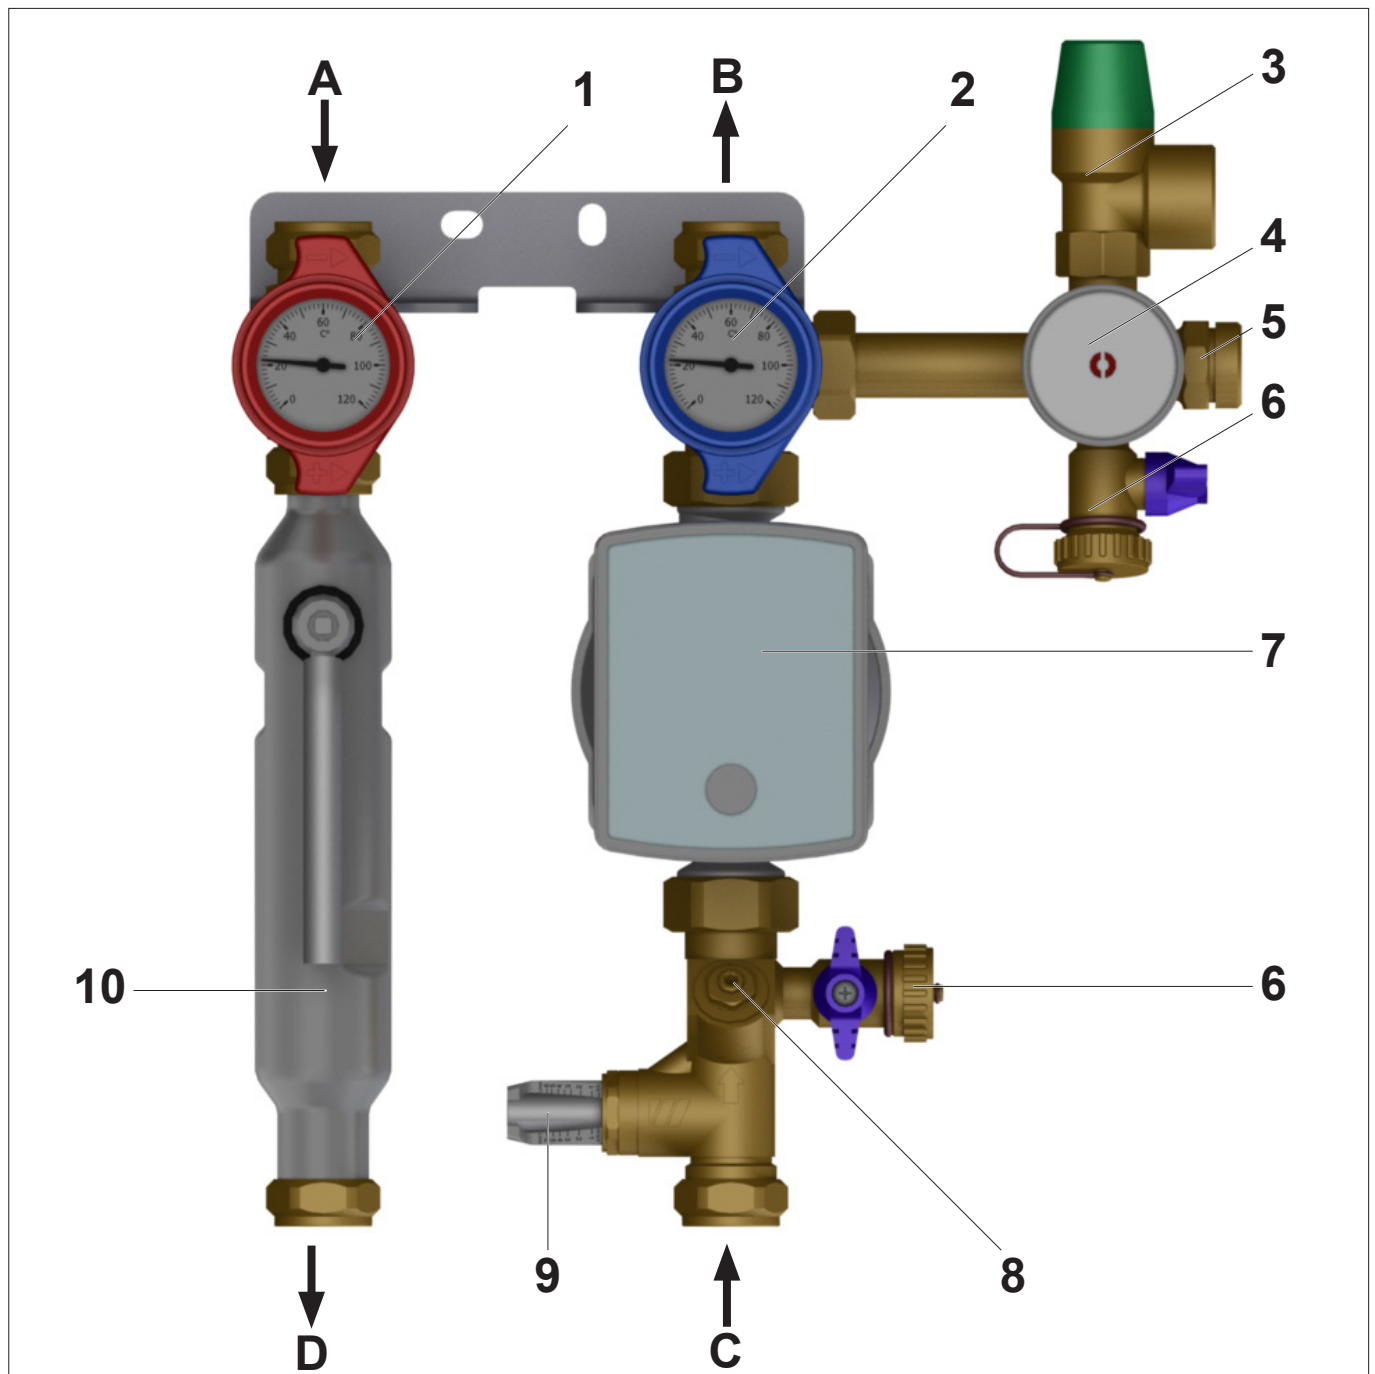

Fig. 3: Aperçu des composants (illustration en réf. au mod. 8130 avec tube d'aération et WattFlow)
- Raccorder les tubes de départ et de retour du circuit solaire (pos. A+B, voir Fig. 3 à la page 8) et du circuit d'accumulation (pos. C+D, voir Fig. 3 à la page 8).